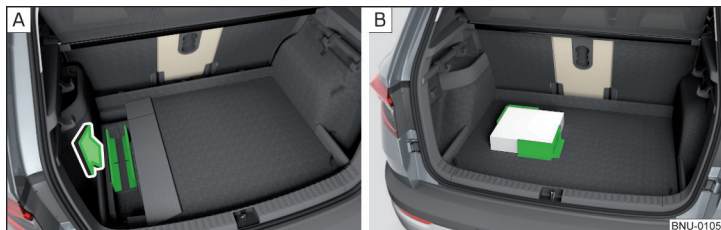

Fig. 150 Scoaterea elementelor Cargo/Exemplu de fixare a încărcăturii
- Înainte de utilizare, scoateți elementele Cargo în sensul săgeții » fig. 150 - [A].
- Fixați încărcătura prin intermediul elementelor Cargo pe cât posibil în apropierea locurilor din spate » fig. 150 - [B].